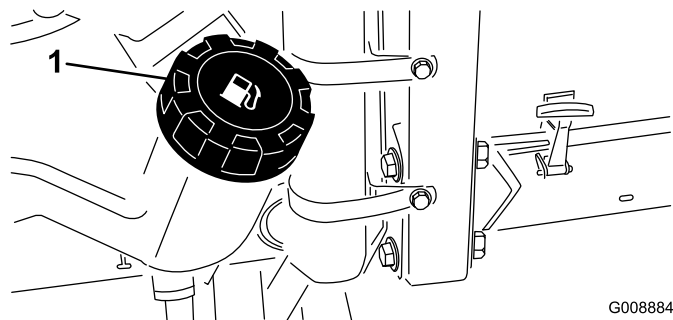

Bild 19
1. Reinigen Sie den Bereich um den Tankdeckel (Bild 19).